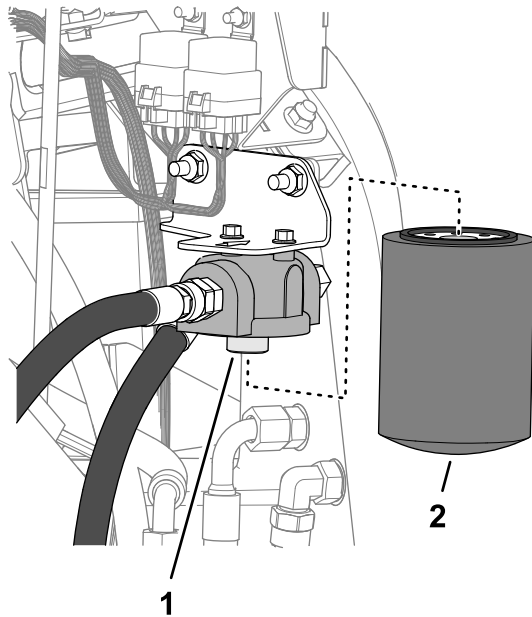

Figura 94
- Retire el filtro de la cabeza del filtro (Figura 94).